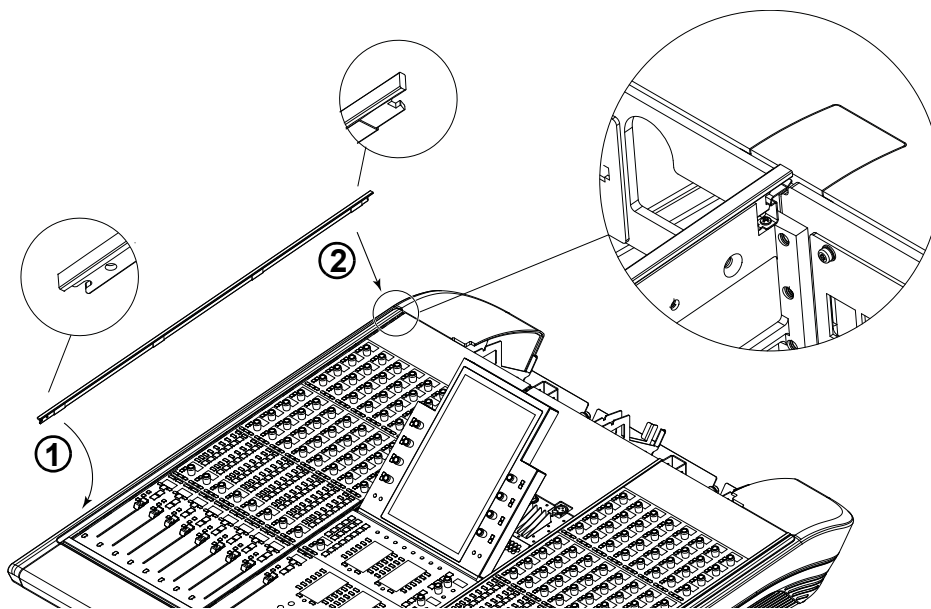

図 39. Tストリップを設置する
- 2 最初のTストリップを図 39に示した方向で持ち、以下の作業を行います。